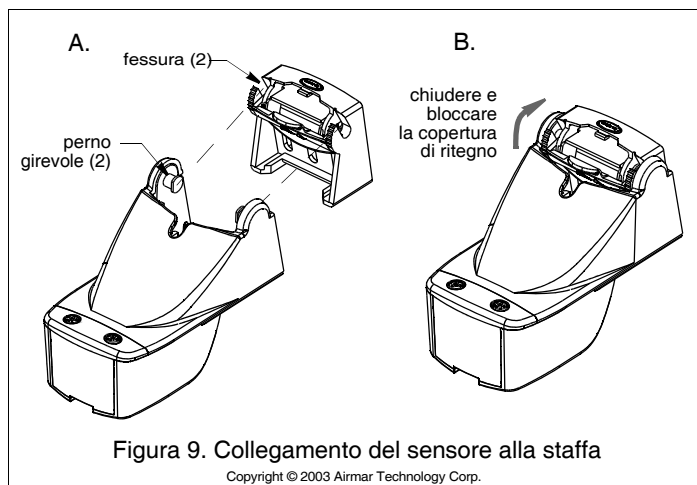

Figura 9. Collegamento del sensore alla staffa
2. Inserite i perni girevoli del sensore nelle fessure del lato superiore della staffa (Figura 9). Spingete verso il basso finché i perni non si bloccano nella loro posizione.